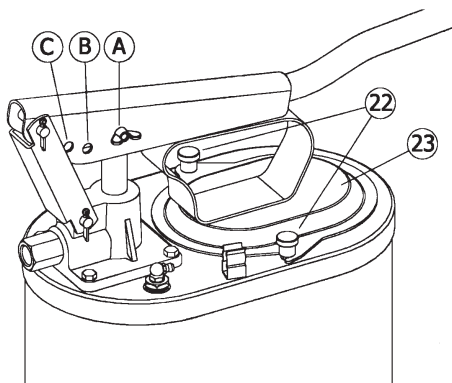

Fig. 2
1. Zum Befüllen des Eimers den Hebel anheben, die Schraube (23) lösen und den Deckel (24) zur Seite schieben (Fig. 2).